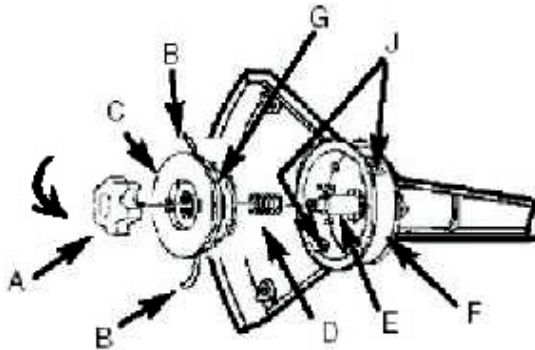

Рис.5
1. Поверните фиксатор (А) против часовой стрелки и снимите его (Рис.5).
2. Снимите бобину (С) и пружину (D) со шпинделя (Е).
4. Сложите пополам (около 10 м) кусок лески, сечением от 2мм до 2,7мм. Поместите образовавшийся изгиб в одну из прорезей (G) делителя бобины.
6. Зафиксируйте каждый конец лески (В) в прорези (G) на противоположных сторонах бобины пружину (D) на шпindel (Е). Вставьте каждый конец лески через ушко (U) в корпус (F).
7. Опустите бобину (С) в корпус (F), подавая леску через ушки (U). Убедитесь, что пружина (D) села в бобину (С).
8. Когда бобина (С) оказалась на месте, нажмите на нее, сжимая пружину (D). Резко потяните каждый конец лески (В), чтобы освободить ее из прорезей (G).